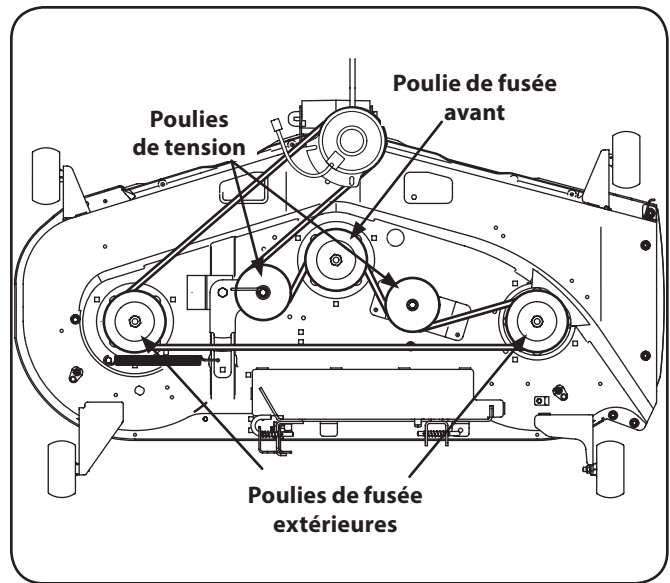

Figure 7-11
5. Acheminez la nouvelle courroie autour des deux poulies de fusée extérieures et de la poulie de fusée avant. Voir Figure 7-11.
6. Acheminez ensuite la courroie autour des deux poulies de tension. Voir Figure 7-11.